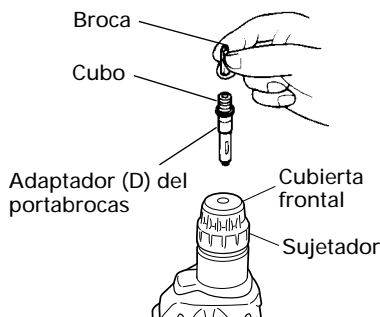

Fig. 11
(2) La parte del SDS más vástago es igual que una broca. Por lo tanto, para instalarla, consulte "Montaje de la broca".
4. Cuando coloque tornillos para metal (Fig. 11)
- No intente emplear la perforadora de percusión en la función de rotación y golpeteo con el adaptador de portabroca (D) y la broca instalados.
5. Atornillando tornillos para madera (Fig. 11)